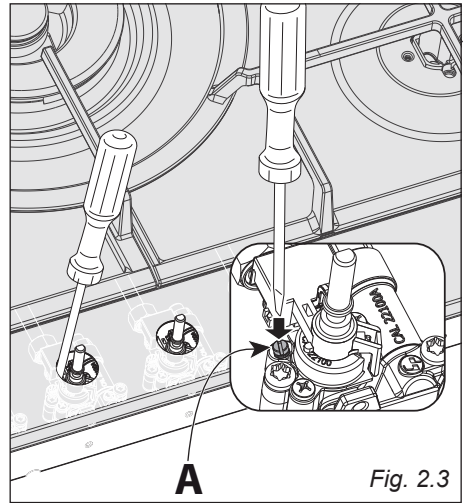

Fig. 2.3
- Con un cacciavite piatto ruotare la vite "A" fino alla corretta regolazione (fig. 2.3).